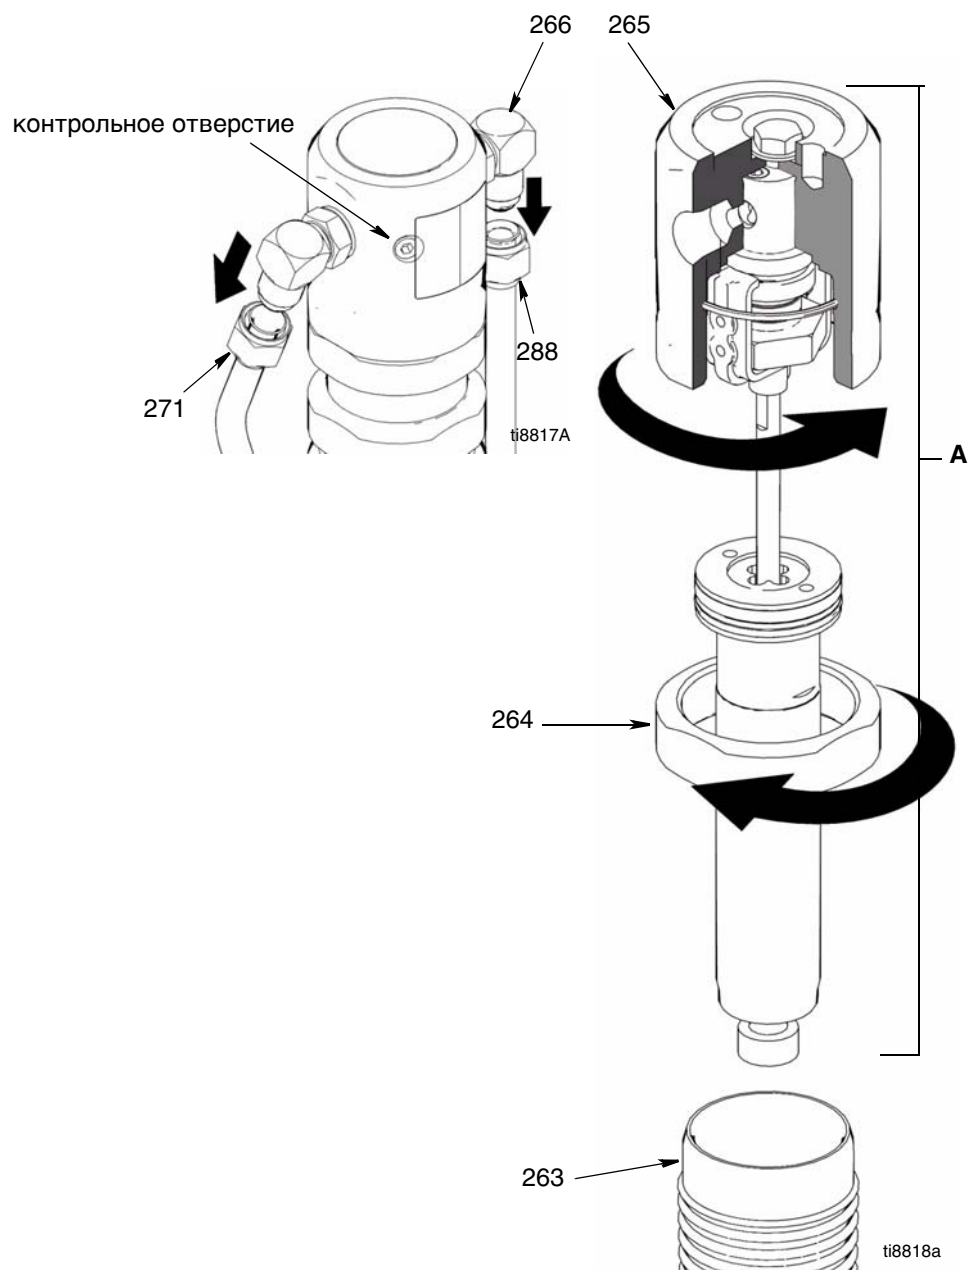

Рис. 5
4. Рис. 5. Отсоедините гидравлические линии (271, 288) от патрубков (226) в верхней части левой и правой стороны гидравлического мотора.
5. Отпустите затяжку контргайки (264).
6. Скрутите и снимите колпачок гидравлического мотора (265).
7. Сдвиньте поршневой шток / узел колпачка гидравлического мотора (А) с цилиндра гидравлического мотора (263).
1. Вставьте узел поршневого штока (А) в цилиндр гидравлического мотора (263).
2. Накрутите колпачок гидравлического мотора (268). Скручивайте колпачок гидравлического мотора до тех пор, пока впускное и выпускное отверстия не совместятся с патрубками гидравлических линий, а контрольное отверстие в колпачке гидравлического мотора не будет направлено в сторону кожуха ремня (117).
3. Притяните контргайку (264) к колпачку гидравлического мотора (268) с моментом затяжки в 150 фут-фунт (17 Н·м).
4. Рис. 5. Подсоедините гидравлические линии (271, 288) к патрубкам (226) в верхней части левой и правой стороны гидравлического мотора; затяните с усилием в 40 фут-фунт (54,2 Н·м).